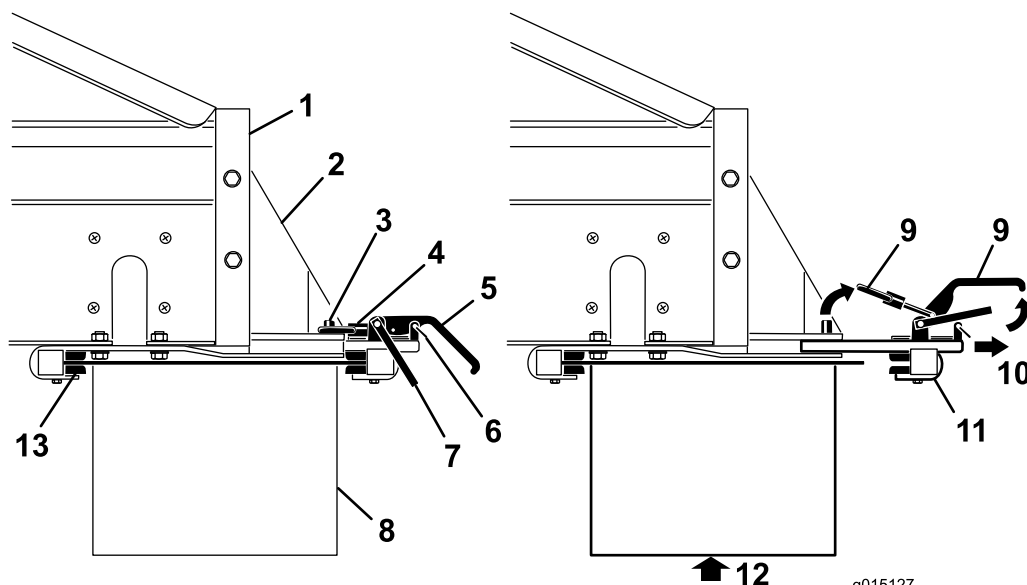

Рисунок 49
3. Снимите зажимы предохранительных защелок с рукояток хомутов (Рисунок 49).
освободите стопорные кольца от стопорных штифтов (Рисунок 49).
5. Выведите задний узел хомута дополнительного навесного орудия из пазов быстрого подсоединения (Рисунок 49).
6. Вместе с помощником вставьте переднюю кромку поперечного транспортера / поворотного устройства вверх и под заднюю часть машины, в передние хомуты на кронштейнах (Рисунок 49).
7. Поддерживая поперечный конвейер / поворотное устройство, сдвиньте узел заднего хомута дополнительного навесного оборудования назад в пазы кронштейнов и поверх задней кромки (Рисунок 49).
9. Установите зажимы предохранительных защелок на рукоятки хомутов (Рисунок 49).